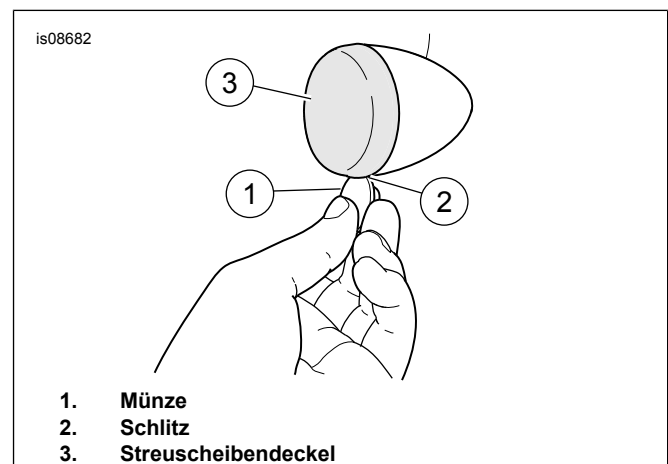

Abbildung 1. Streuscheibe entfernen.
2. Siehe Abbildung 1 >. Eine Münze (1) oder die Klinge eines Schraubendrehers in die Aussparung (2) an der Unterseite des Streuscheibendeckels (3) einsetzen.